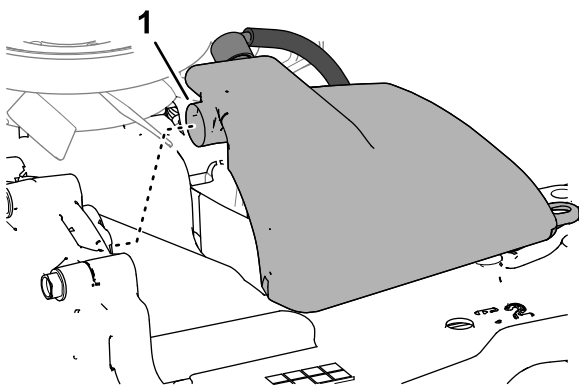

Figura 59
3. Retire el depósito de expansión del transeje (**Figura 59**).